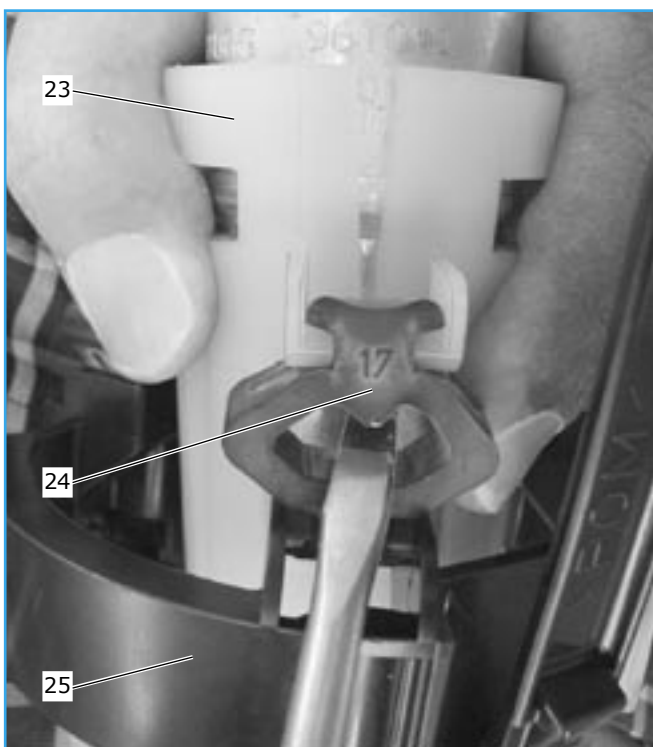

Figura 13
- Presionar las partes superiores de los 3 amortiguadores (24) de goma hasta que encajen en el soporte del manguito (23) (comparar con figura 13).
- Comprobar la junta de goma (8) en la tapa de cierre.
- Colocar la manguera (15) en la conexión para la manguera y fijarla con una abrazadera (20)
- Conectar los contactos eléctricos (21) . Los contactos eléctricos están asegurados contra un cambio erróneo de los polos.